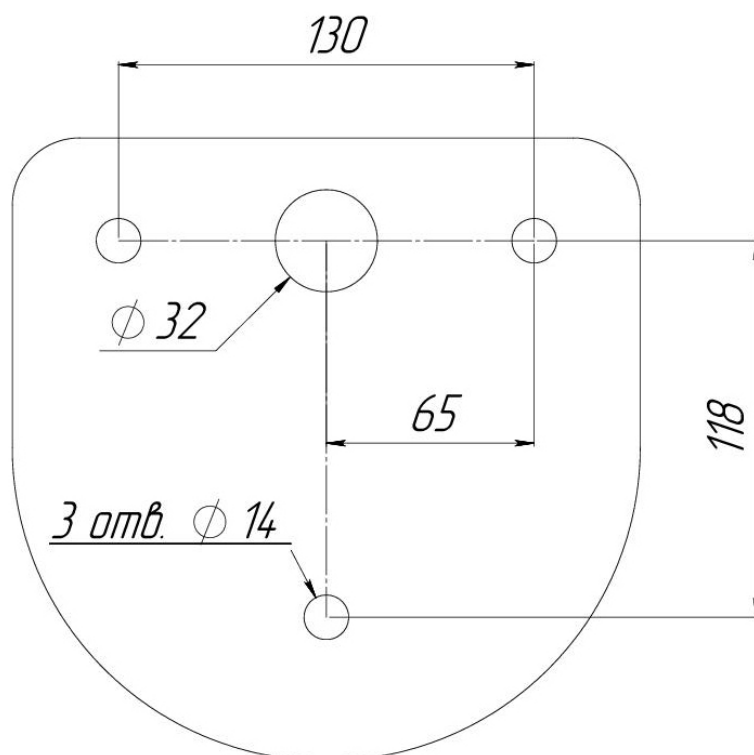

Рис. 3. Установочные размеры
4.2.3. По размерам, указанным на рис. 3, подготовьте 3 отверстия диаметром 20мм в полу под анкеры крепления картоприемника (расположение монтажных отверстий относительно внешних габаритов картоприемника представлено в Приложении 2). Глубина закладного отверстия должна превышать длину анкера на 5мм. Вставьте анкеры в отверстия.
4.2.4. Подводка кабелей производится через отверстие диаметром 32 мм (рис. 3) в нижней плите картоприемника.
4.2.7. Установите стойку картоприемника на подготовленную площадку (рис. 3). Откройте дверцу, используя ключ. Заведите в корпус картоприемника кабели БП, ИУ и СКУД. Закрепите кабели кабельными стяжками.